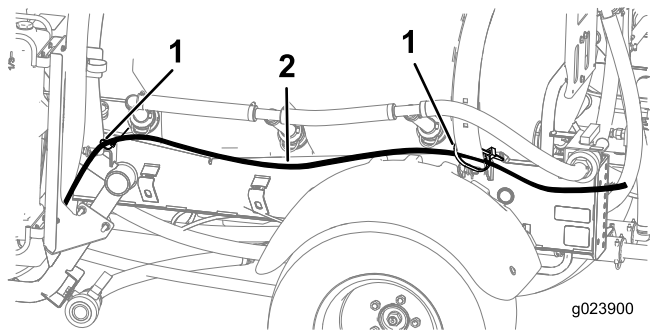

Bild 12
2. Verlegen Sie die zwei Schaumschläuche von den Auslegern nach vorne zur Seite der Maschine mit der Befestigungshalterung (Bild 12).